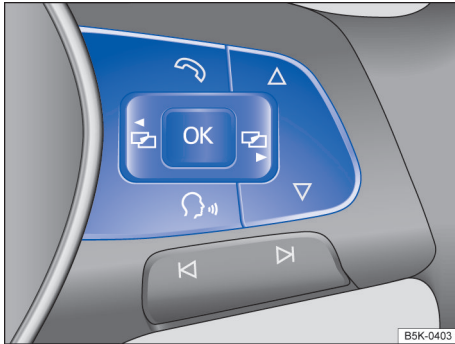

图 16 多功能方向盘右侧：用于操作组合仪表菜单和信息显示的按键（本类型仅为示例）
- 如需浏览选择菜单，则按压按钮  或  → 图 16。
- 如需打开菜单显示项或信息显示项，按压按钮  → 图 16，或等待数秒钟，直至系统自动打开菜单或显示信息。
- 在显示的菜单里按压箭头按钮  或  → 图 16，直至显示屏显示所需菜单项。选定的菜单项通过一方框显示选中标记
- 按压按钮  → 图 16 进行所需改动。“勾号”表示所选的系统或功能处于激活状态。
按压按钮  或  → 图 16 即可退出该菜单。
只要显示某个优先等级为 1 的警报信息 → 第 17 页，就不能调出任何菜单。某些警报信息可以通过多功能方向盘上的按钮  → 图 16 确认和隐藏。
- 若显示屏显示一条信息或车辆象形图，按压操纵杆上的按钮  → 图 16，必要时按压多次。